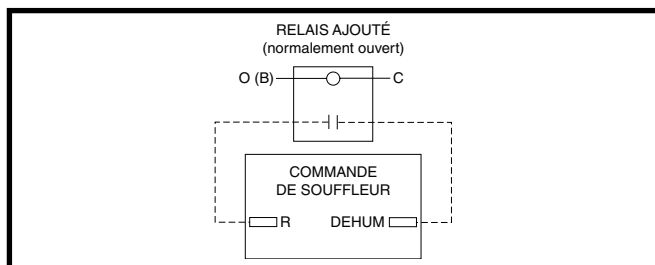

Figure 24. Configuration de câblage DEHUM sans humidistat
- Si aucun humidistat n'est à disposition, il est possible de brancher les bornes **R** et **DEHUM** par l'entremise d'un relais normalement ouvert fourni sur place. Consulter la Figure 24 (page 26). Les bornes **R** et **DEHUM** doivent être branchées aux bornes du relais normalement ouvert. Les bornes O (B) et C doivent alors être branchées à la bobine du relais. Cette option fait en sorte que le souffleur fonctionne à un débit (m^3/min) réduit pendant 10 minutes après un appel de refroidissement.